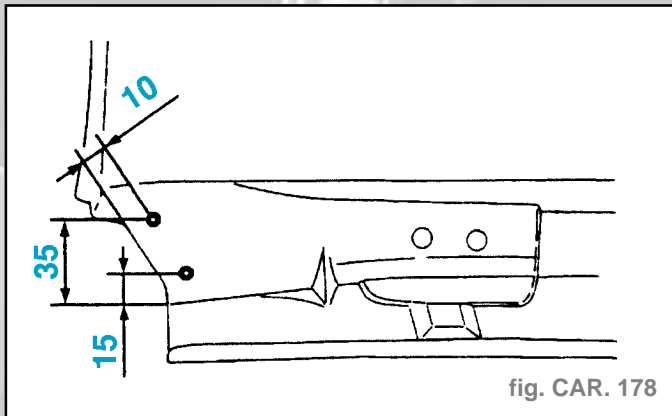

fig. CAR. 178
- Tracer puis percer à diamètre 6,5 mm pour soudage ultérieur par points bouchons (fig. CAR. 178)